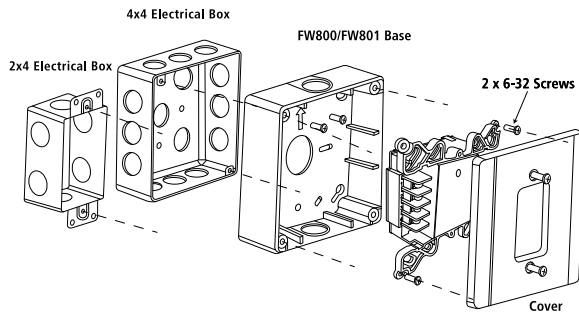

Figura 1 - Diagrama de Instalación
1. Monte la base del FW800/FW801 en una caja eléctrica de 2X4 o 4x4 caja eléctrica utilizando los tornillos suministrados, como se ilustra en la figura 1.